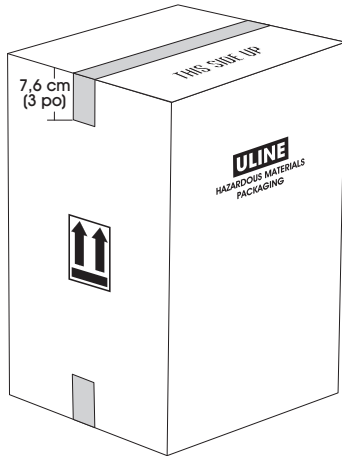

Figure 4
7. Scellez le dessus de la boîte le long de la jointure centrale à l'aide d'une bande de ruban adhésif en polypropylène (2 mil) de 5 cm (2 po) de largeur (n° de modèle Uline S-472). Le ruban adhésif doit dépasser de 7,6 cm (3 po) à chaque extrémité de la boîte. (Voir Figure 4)